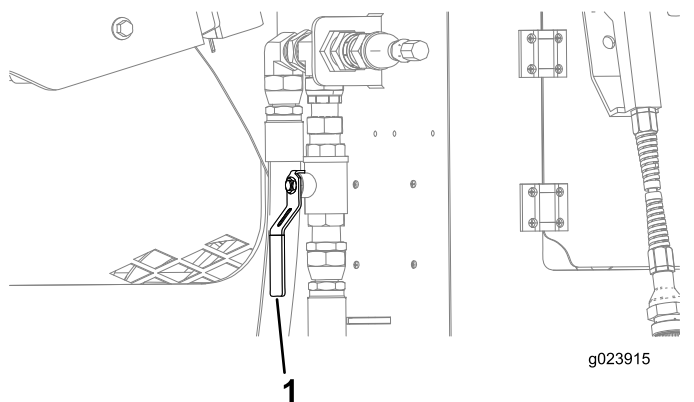

Рисунок 131
- B. Откройте клапан рядом с задним отсеком (Рисунок 131).